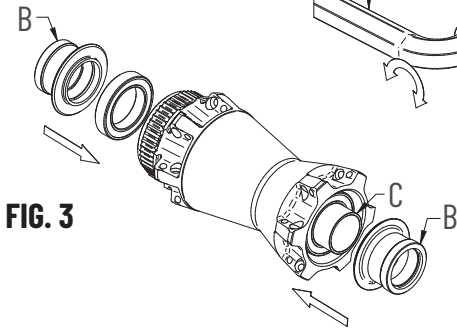

FIG. 3
- Calettate il primo cuscinetto utilizzando un utensile con battuta in plastica: esercitate la pressione fino a quando il cuscinetto non è perfettamente calettato all'interno della propria sede (Fig. 3).
- Inserite il perno (C).
- Centrate il secondo cuscinetto rispetto al perno e calettatelo aiutandovi con una boccola di dimensioni tali da poter contenere il perno (B).
- Infilate gli scontri sul perno (Fig. 3).